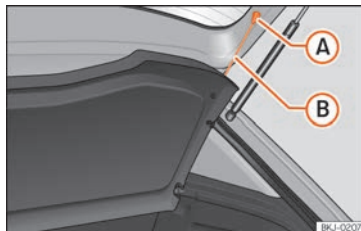

Abb. 139 Im Gepäckraum: Gepäckraumabdeckung aus- und einbauen.
- Hängen Sie die Haltebänder »» (Abb. 139) B aus den Aufnahmen A aus.
- Hängen Sie die Haltebänder »» (Abb. 139) B an der Heckklappe ein.